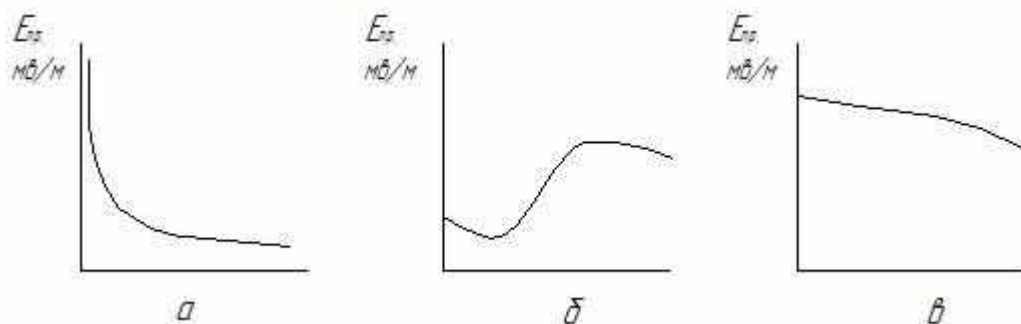

Рис. 1.1
Вопрос 1.2. На рис. 1.1 приведены зависимости электрической прочности $E_{пр}$ трансформаторного масла от ряда факторов. Какой рисунок отражает зависимость $E_{пр}$ от содержания воды в масле?
1. Рис. 1.1, а.
2. Рис. 1.1, б.
3. Рис. 1.1, в.